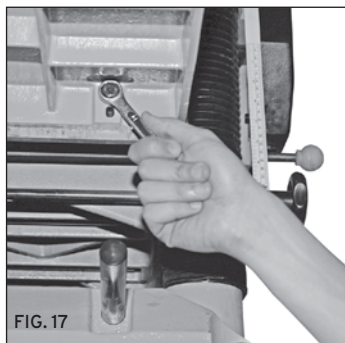

FIG. 17
1. Afloje los tornillos y rondanas Fig. 17 para mover la extensión de la mesa a la posición correcta, luego apriete los tornillos.